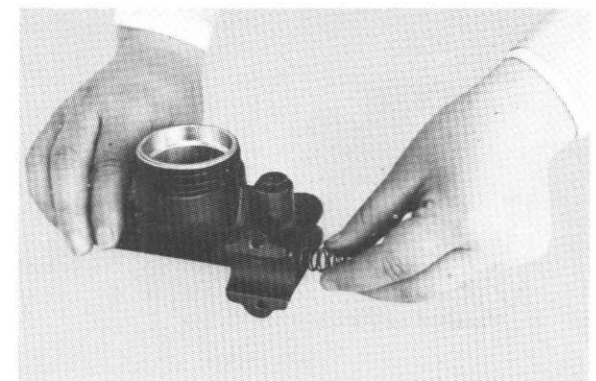

Fig. 46
- (d) Insert the spring into the master cylinder body. (Fig. 46)
- (d) Introduire le ressort dans le corps du maître-cylindre. (Fig. 46)
- (d) Feder in das Gehäuse des Steuerzylinders einführen. (Abb. 46)